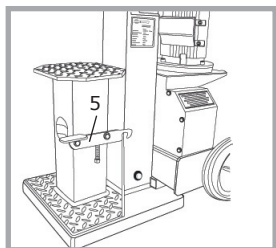

Abb. 7
Wenn das Spaltmesser in seine Ausgangslage zurückgefahren ist, muss der Schwenktisch unter den nach oben gefahrenen Stamm gedreht werden. Der Schwenktisch muss für den nachfolgenden Spaltvorgang am Ständer anliegen (siehe Abb. 7). Der Arretierungshebel (5) sollte dabei einhaken. Betätigen Sie anschließend die Bedienhebel, so dass der Stamm auf dem Schwenktisch aufsetzt. Halten Sie nun den Stamm, indem Sie den Bedienhebel nach innen drücken, mit der Holzklammer fest. Nun kann der Holzstamm weiter durchgespalten werden.